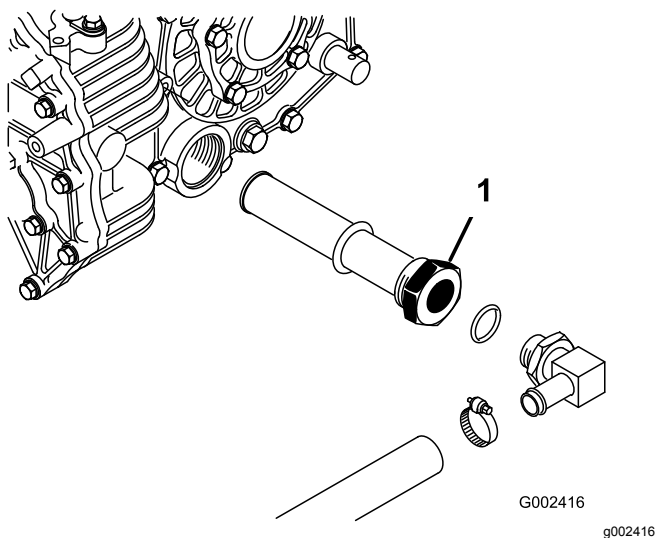

Figura 67
3. Repare na posição do tubo hidráulico e no conector de 90° ligado ao filtro de rede do lado do reservatório (Figura 67).